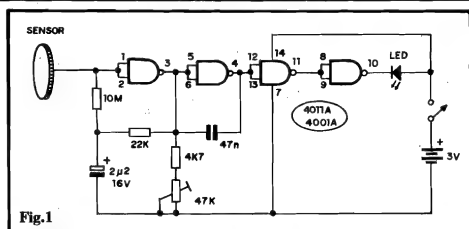

Fig.1
- FIG. 1 - O CIRCUITO - Os gates dos Integrados CMOS digitais, notadamente os das séries mais "antigas" (sufixo "A" logo após o código numérico básico...) mostram, pela sua própria estrutura interna, baseada em transistores de efeito de campo a óxido metálico, entradas de elevadíssima impedância (centenas de Megohms, ou mais...) e - portanto - extremamente sensíveis mesmo a Tensões mínimas, como as geradas pela indução de campos eletro-magnéticos sobre superfícies metálicas neles "mergulhadas"... É justamente dessa característica dos CMOS, que nos valem no circuito do STEPP: notem que o circuito poderá ser implementado tanto com um 4011 quanto com um 4001, desde que tenham uma letra "A" (ou "AE"...!) após o código numérico do componente... Integrados com sufixo "B" logo após o "número" 4001 ou 4011 não desempenharão bem as